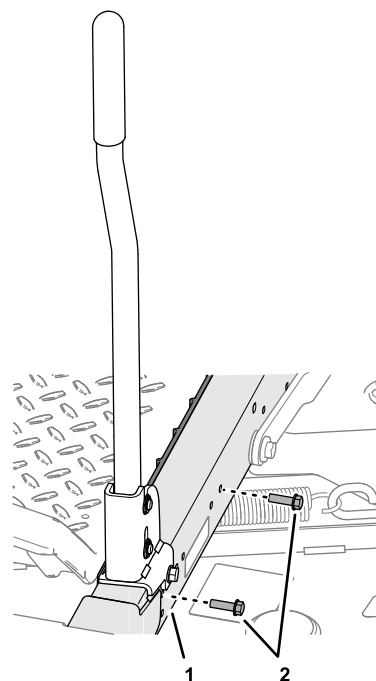

図 13
2. 左フレームレールにレールガードを固定する 図 13 キャップスクリュー $\frac{1}{4} \times \frac{5}{8}$ " 2 本を使用する。